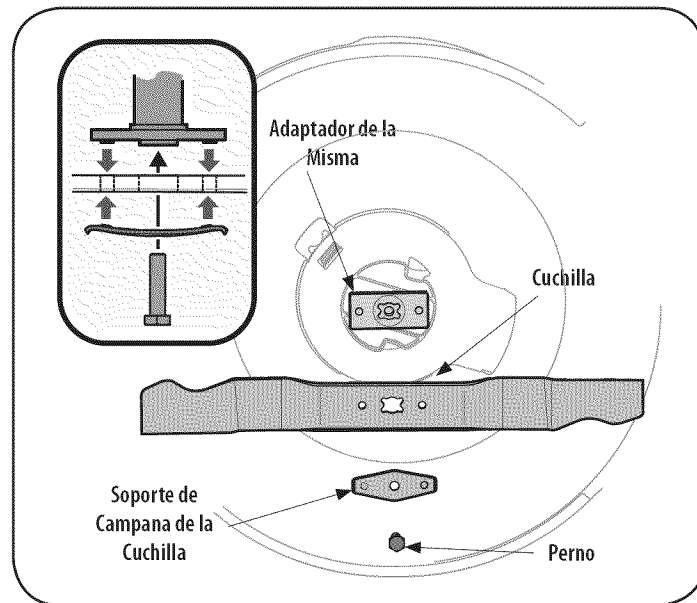

Figura 17
2. Saque el perno y el soporte de campana de la cuchilla que sostienen la cuchilla y el adaptador de la misma al cigüeñal del motor. Vea la Figura 17.
5. Lubrique el cigüeñal del motor y la superficie interna del adaptador de la cuchilla con aceite ligero. Deslice el adaptador de la cuchilla sobre el cigüeñal del motor. Instale la cuchilla en el adaptador con el lado marcado "Bottom" (inferior) (o con el número de parte) hacia el piso cuando la cortadora de césped está en posición de funcionamiento. Asegúrese que la cuchilla quede alineada y asentada en las bridas del adaptador. Vea la Figura 17 inserto.